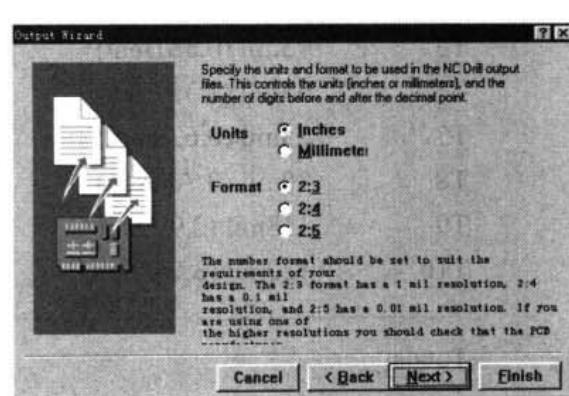

图 18-12 设置单位
(6) 单击 Next 按钮，系统弹出如图 18-12 所示的对话框，在对话框中可设置单位和单位格式。